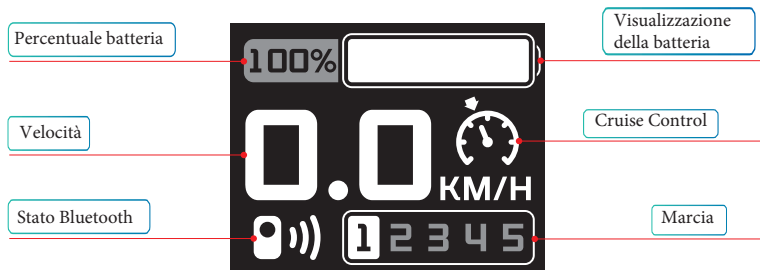

Figura 4.3.3.1
(1) **Visualizzazione della percentuale della batteria** (come mostrato nella Figura 4.3.3.1) Nella parte superiore del display della carrozzina elettronica viene visualizzata la batteria in %;
(2) **Visualizzazione della velocità** (come mostrato nella Figura 4.3.3.1)